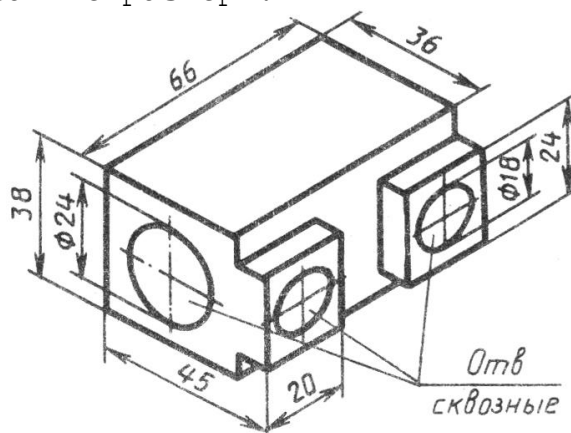

Рис. 1. Корпус.
1. По рис. 1 (по модели) построить три изображения детали с необходимыми разрезами, используя условности соединения половины вида с половиной разреза для симметричных деталей.